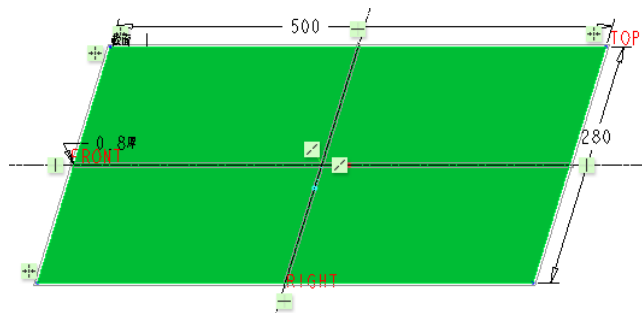

图 6-182 平面壁
(5) 要求设计一个开关电源盖板零件，参考步骤如下。
① 创建平面壁作为钣金件第一壁，壁厚为 0.8，如图 6-182 所示。